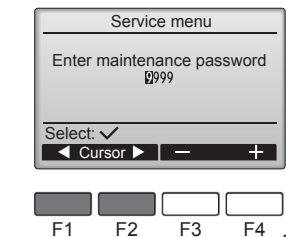

Fig. 7-2
- После выбора Сервисного меню появится окно ввода пароля. (Fig. 7-2)